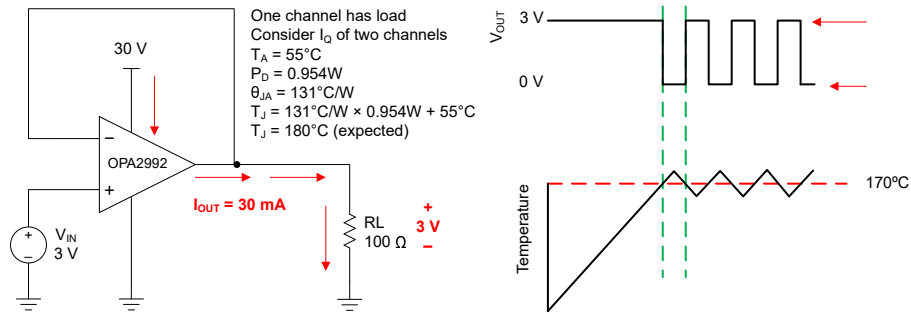

图 7-4. 过热保护
任何放大器的内部功耗都会导致内部温度（结温）升高。这一现象称为 *自热*。OPAx992 的绝对最大结温为 150°C 。超过此温度会损坏器件。OPAx992 具有过热保护功能，可减少自热造成的损坏。该保护功能的工作原理是监视器件的温度，并在温度超过 170°C 时关闭运算放大器输出驱动。图 7-4 展示了 OPA2992 的应用示例，该器件因为其功耗 (0.954W) 而产生显著的自热。在此示例中，两个通道都具有静态功耗，而其中一个通道具有很大的负载。热能计算表明，当环境温度为 55°C 时，器件结温达到 180°C 。不过，实际器件会关闭输出驱动来恢复到安全的结温。图 7-4 显示了电路在过热保护期间的行为。在正常工作期间，器件充当缓冲器，因此输出为 3V 。当自热导致器件结温升高超过内部限制时，过热保护强制输出进入高阻抗状态，并通过电阻 R_L 将输出拉至接地。如果依旧存在导致过大功耗的状况，放大器将在关断和启用状态之间振荡，直到输出故障得到纠正。请注意，热性能可能会因所选封装和 PCB 布局设计而有很大差异。此示例使用 SOIC (8) 封装的热性能。